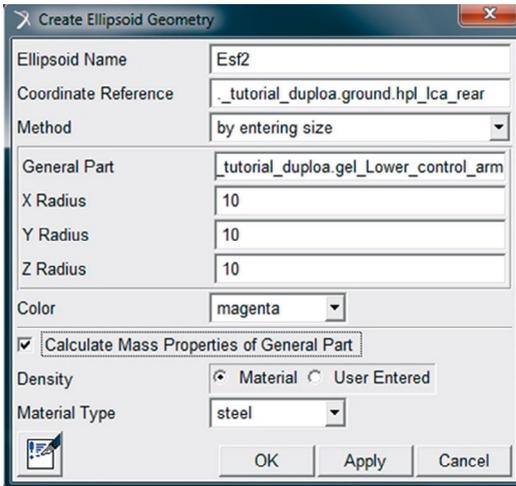

Figura 5.26 – Preenchimento da caixa de diálogo para criação da segunda esfera.
- O procedimento do item anterior deverá ser repetido para construção do segundo volume esférico. A segunda esfera será localizada no *Hard-point hpl_lca_rear*. O preenchimento da janela *Create Ellipsoid Geometry* para essa geometria está ilustrado na Figura 5.26.